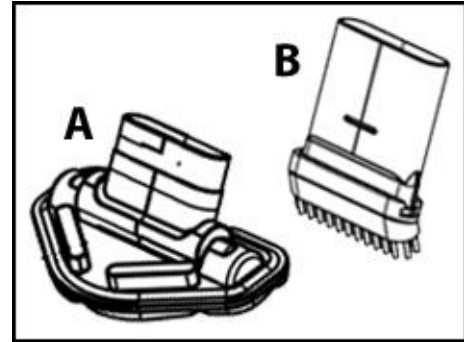

Fig. 4
Inserto a spazzola (B): per una pulizia intensa e mirata. (Fig. 4)